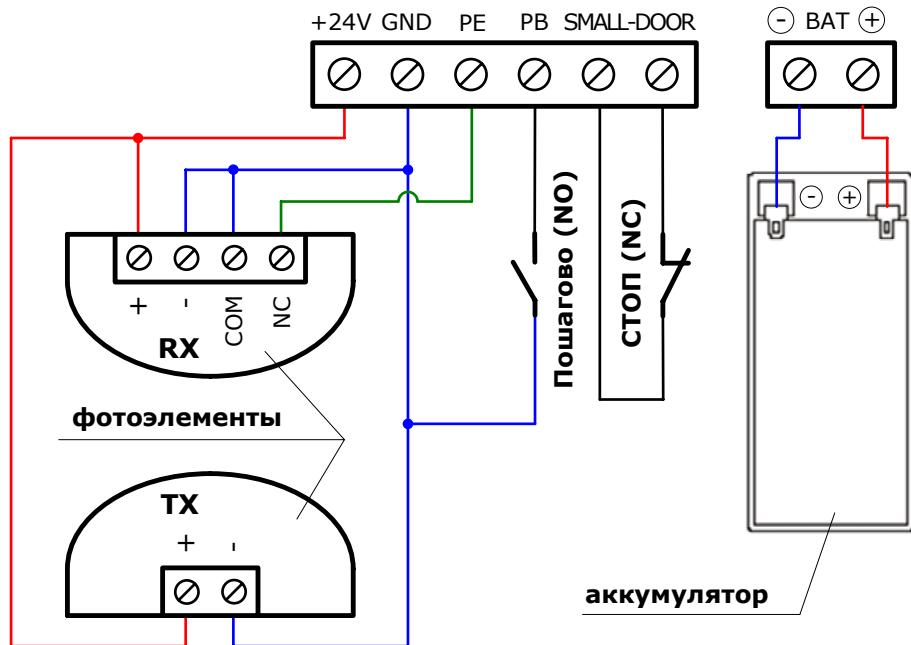

Рис. 4. Электрические подключения
- Подключите с помощью отвертки электрические проводники к клеммам блока управления привода (Рис. 4), в соответствии с указаниями пунктов 5.1 ... 5.4.